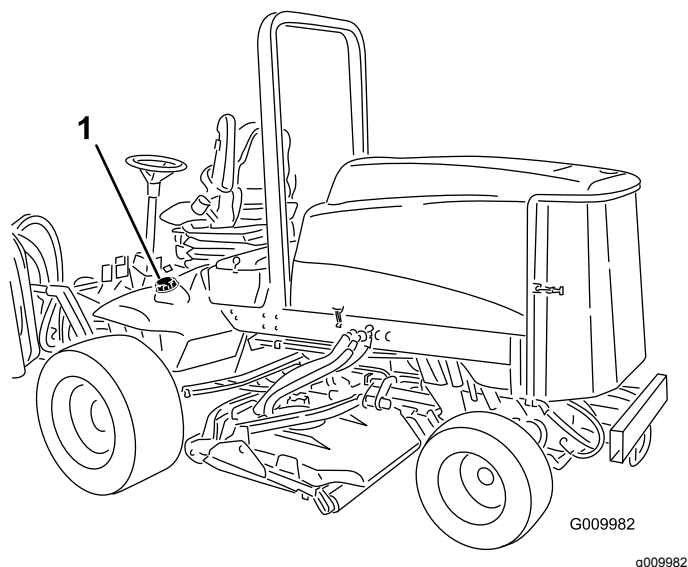

Figura 14
1. Retire a tampa do depósito de combustível (Figura 14).